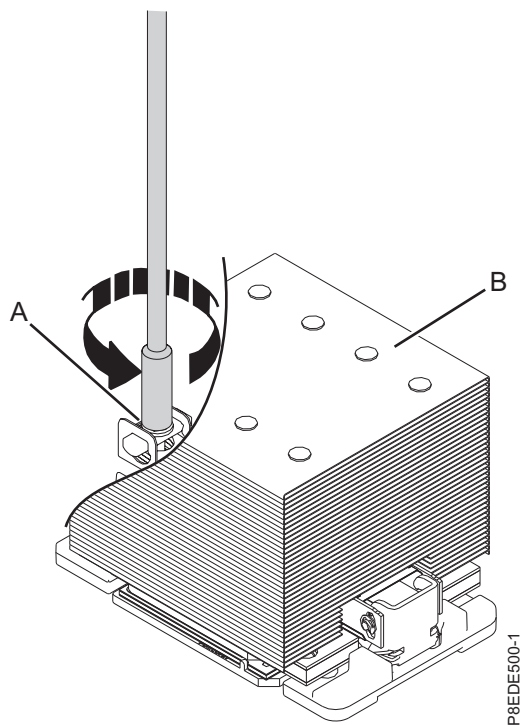

Figura 4. Removendo o dissipador de calor
- a. Solte o parafuso de acionamento do dissipador de calor girando a chave de porca de 5,5 fornecida (número de peça 43W3032) no sentido antihorário (**A**) até que o parafuso se solte e se mova livremente, conforme mostrado na Figura 4 na página 6.